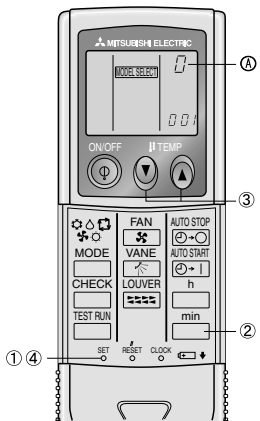

Fig. 6-5
- 1 Appuyer sur le bouton SET à l'aide d'un objet pointu. Intervenir lorsque l'affichage de la télécommande est éteint. **MODEL SELECT** , clignote et le No de modèle est allumé ④.
- 2 Appuyer sur la touche AUTO STOP **AUTO STOP**. **MODEL SELECT** clignote et le No de configuration est allumé ③. (Configuration No 01: sans vitesse automatique du ventilateur)
3) Attribution d'une télécommande sans fil infrarouge à chaque appareil (Fig. 6-5)
4) Réglage du numéro de paire de télécommande sans fil infrarouge (Fig. 6-5)
④ Numéro de pair de la télécommande sans fil infrarouge	Carte à circuit imprimé intérieure